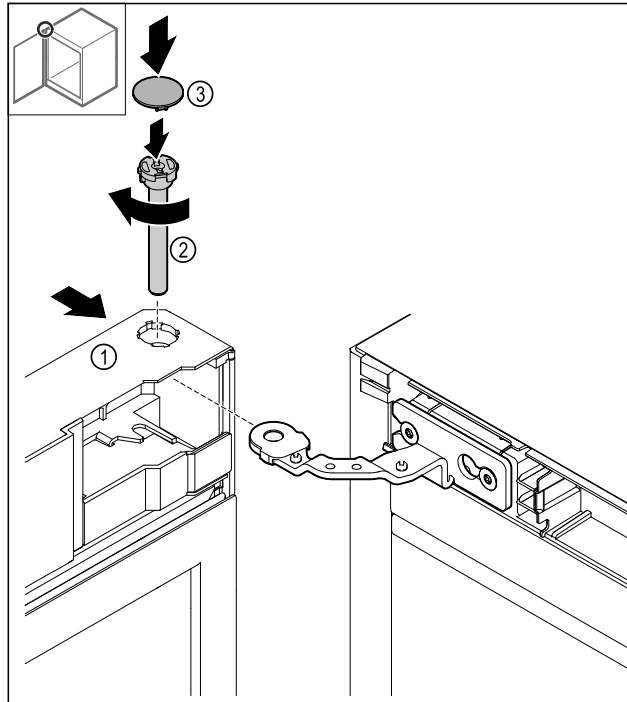

Fig. 43
- Užstumkite duris Fig. 43 (1) iš viršaus ant lanksto.
- Įkiškite kaištį Fig. 43 (2) ir prisukite pagal laikrodžio rodyklę.
- Uždėkite dengiamąją plokštelę Fig. 43 (4).